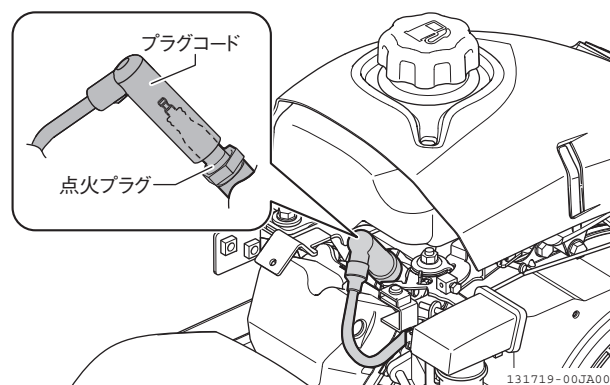

図 5-2 点火プラグ
3. 点火プラグをプラグレンチ（付属品）で外します。(図 5-2)